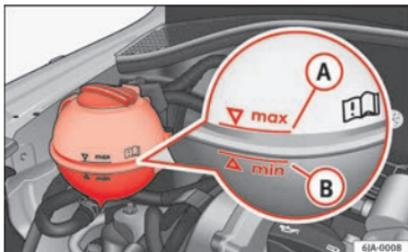

Fig. 208 Compartiment-moteur : réservoir de liquide de refroidissement.
- Contrôlez le niveau de liquide de refroidissement dans le vase d'expansion » fig. 208. Lorsque le moteur est froid, le niveau de liquide de refroidissement doit se trouver entre les marques **B** (min.) et
- Couvrez le bouchon du vase d'expansion du liquide de refroidissement avec un chiffon » fig. 208, puis dévissez-le avec précaution.
Ne remplissez pas le réservoir de liquide de refroidissement au-delà de la marque **A** (max.) ! » fig. 208! L'excès de liquide de refroidissement est expulsé du système de refroidissement lorsqu'il est réchauffé par la soupape de surpression située dans le bouchon de fermeture du vase d'expansion du liquide de refroidissement.